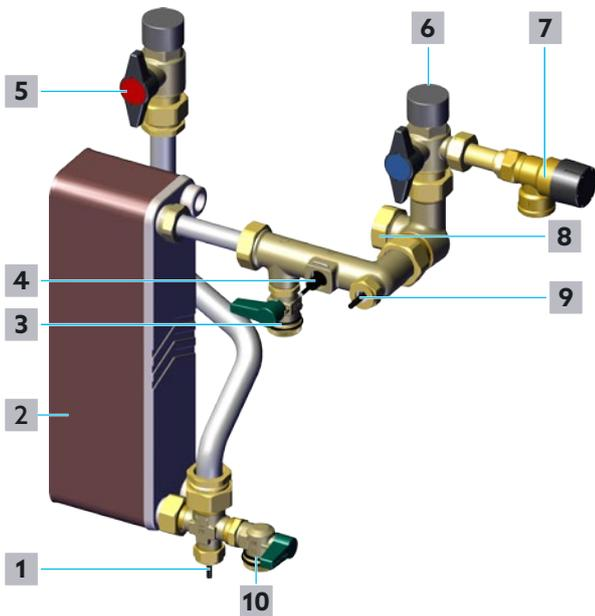

Fig. 19: Remplissage et purge du circuit E.C.S.
- 1** Ouvrir lentement le robinet d'arrêt à tournant sphérique - Eau chaude sanitaire (position **5** sur la Fig. 19 en page 26 et position **10** sur la Fig. 2 en page 12).
- 2** Ouvrir lentement le robinet d'arrêt à tournant sphérique - Eau potable froide (position **6** sur la Fig. 19 en page 26 et position **11** sur la Fig. 2 en page 12).
- ▶ Si des bruits persistent dans le circuit E.C.S. dus à des inclusions d'air, ouvrir légèrement le robinet de vidange et de remplissage à tournant sphérique - Eau chaude sanitaire (position **10** sur la Fig. 19 en page 26 et position **16** sur la Fig. 2 en page 12) jusqu'à ce que seule l'eau s'écoule.